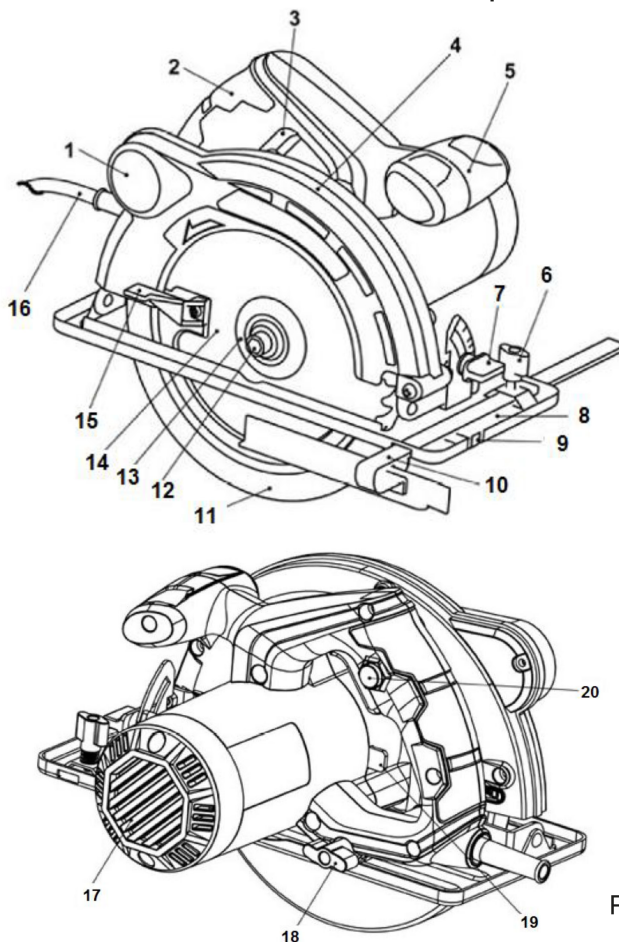
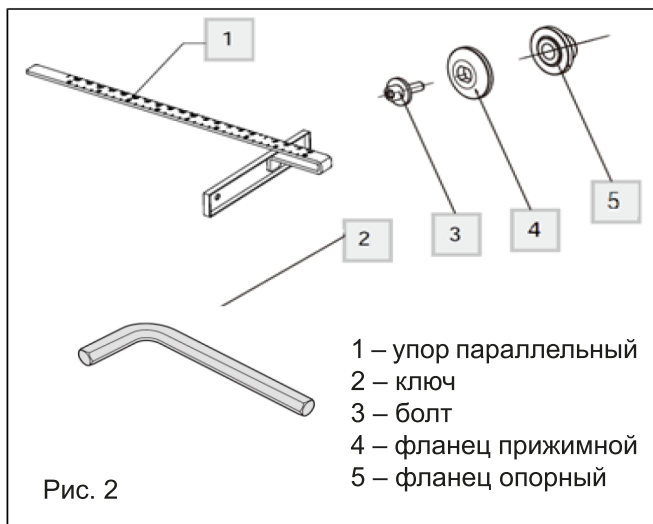

Рис. 1
Рис. 2
2. Зафиксировать пильный диск с помощью рычага фиксации шпинделя (поз. 19, Рис. 1)
3. С помощью ключа (поз. 2, Рис. 2) открутить болт (поз. 12, Рис. 1)
4. Отвести подвижный защитный кожух диска (поз. 11, Рис. 1) назад до упора и зафиксировать его
5. Снять прижимной фланец (поз. 13, Рис. 1) и пильный диск (поз. 14, Рис. 1).
Ослабьте винт фиксации угла наклона диска (поз. 7, Рис. 1). Передвижением опорной платформы установите необходимый угол наклона диска, ориентируясь по градуированной шкале. После регулировки угла наклона диска зафиксируйте винт фиксации угла наклона диска.
Для регулировки параллельного упора (поз. 10, Рис. 1) ослабьте винт фиксации параллельного упора (поз. 6, Рис. 1) и отрегулируйте ширину распила, передвигая направляющую вправо или влево.
1. Установите пилу (опорную платформу) на пиломатериал и выровняйте положение пильного диска по отношению к линии пропила, пользуясь для этого прорезями для визирования (поз. 9, Рис. 1). Если пильный диск не наклонён, совмещайте линию пропила с прорезью «0» для визирования, при пилении под наклоном (45°) совмещайте линию пропила с прорезью «45» и для визирования.
2. Сначала включите циркулярную пилу. Для этого нажмите кнопку защитной блокировки выключателя (поз. 20, Рис. 1) и не отпуская нажмите на выключатель (поз. 3, Рис. 1). Дайте пиле набрать максимальные обороты, после чего начинайте обработку пиломатериала.